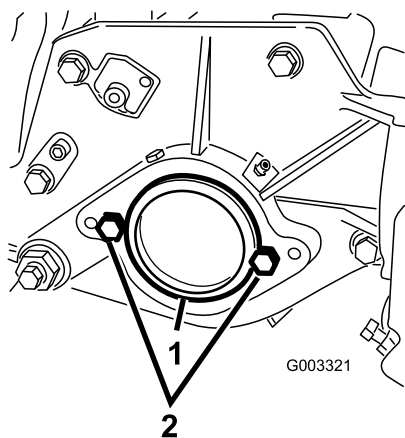

Figura 13
2. Sul lato destro dell'apparato di taglio, rimuovete il tappo in plastica dall'alloggiamento del cuscinetto (Figura 13).
3. Togliete le 2 viti a testa cilindrica dalla piastra laterale destra (Figura 13).
1. Tappo in plastica 2. Vite a testa cilindrica (2)
5. Montate, senza stringere eccessivamente, le 2 viti di montaggio del motore del cilindro sulla piastra laterale sinistra dell'apparato di taglio (Figura 13).